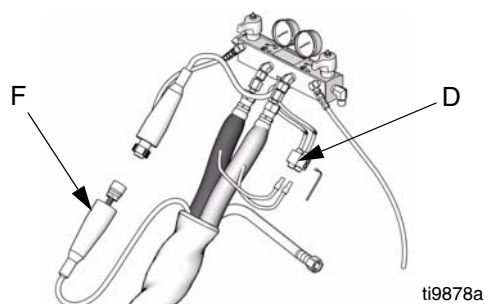

Рис. 10. Шланг с подогревом
3. Отстыкуйте разъем шланга (D) на агрегате Reactor, Рис. 10.
4. С помощью омметра проверьте целостность электрической цепи между двумя выводами разъема шланга (D). Цепь не должна быть разорвана.
3. Отсоедините кабель датчика FTS (F) на агрегате Reactor, Рис. 10.
- 3. Снимите ленту и защитную оболочку с датчика FTS (21), Рис. 10. Отсоедините кабель шланга (F). Проведите проверку омметром между штырьками разъема кабеля.